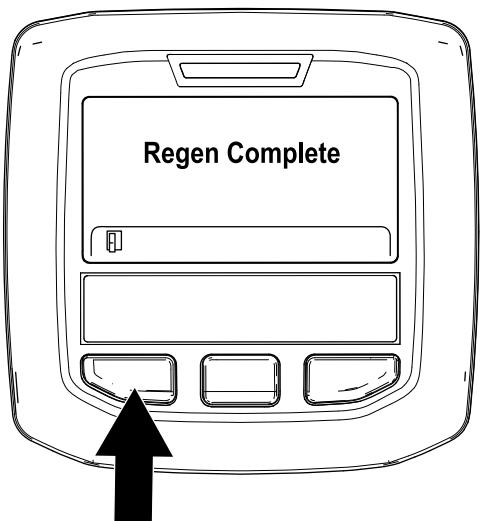

Рисунок 56
- Регенерация с парковкой будет завершена, когда на дисплее инфо-центра появится сообщение «Regen Complete» («Регенерация завершена»). Для перехода на главный экран нажмите левую кнопку (Рисунок 56).